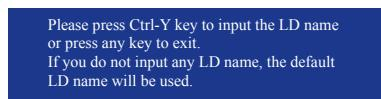

Figure 6
5. Appuyez sur les touches <Ctrl>+<Y> pour enregistrer les informations. Le message dans Figure 6 s'affichera. Appuyez sur <Ctrl+Y> pour entrer le nom de la matrice. Si vous n'entrez pas de nom pour la matrice, le nom de matrice par défaut sera utilisé.